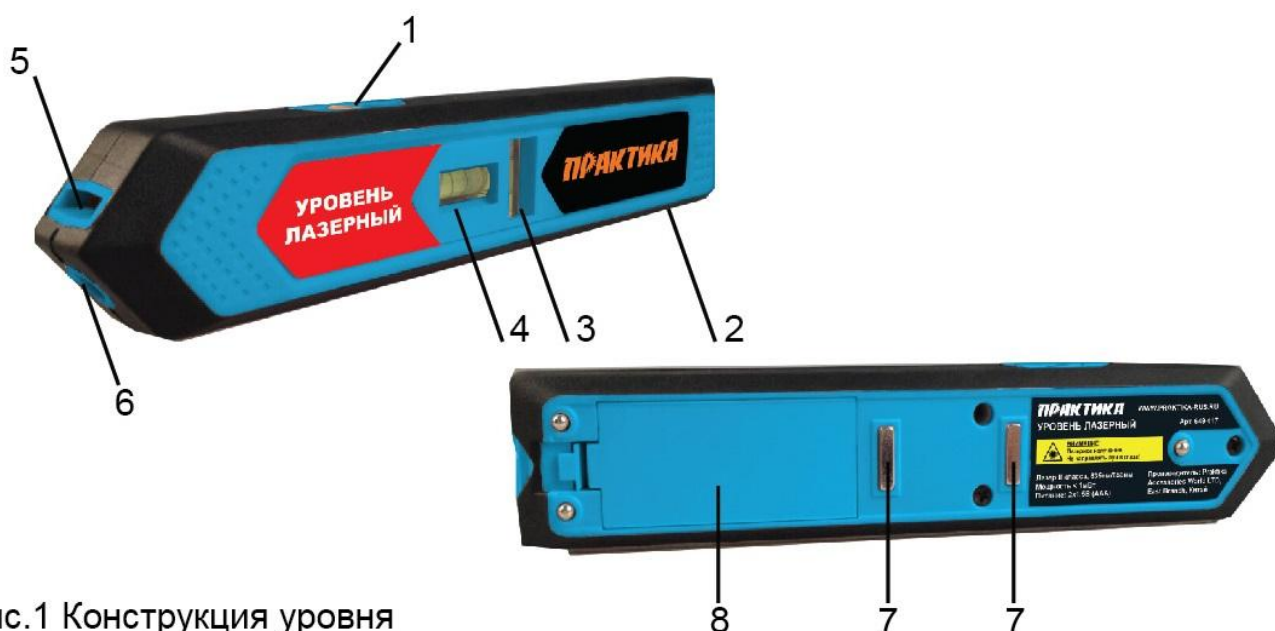

Рис.1 Конструкция уровня
Конструкция лазерного уровня (Рис. 1):
2.11 ОПАСНО! Уровни вертикального и горизонтального выравнивания 3 и 4 (Рис.1) содержат легко воспламеняющуюся жидкость. Повреждение уровней может вызвать поражение дыхательных путей, раздражение глаз и кожи.
Снимите крышку 8 отсека элементов питания на обратной поверхности корпуса уровня (Рис.1). Установите новые элементы питания (2 x 1,5В тип «ААА») в отсек, соблюдая полярность. Закройте крышку отсека элементов питания.
Для проецирования линии из выходного отверстия 5 (рис. 1) сдвиньте клавишу включения 1 вперед. Для включения луча для проецирования точки из выходного отверстия 6 (рис. 1) сдвиньте клавишу включения 1 назад. Для выключения уровня сдвиньте клавишу 1 в центральное положение.